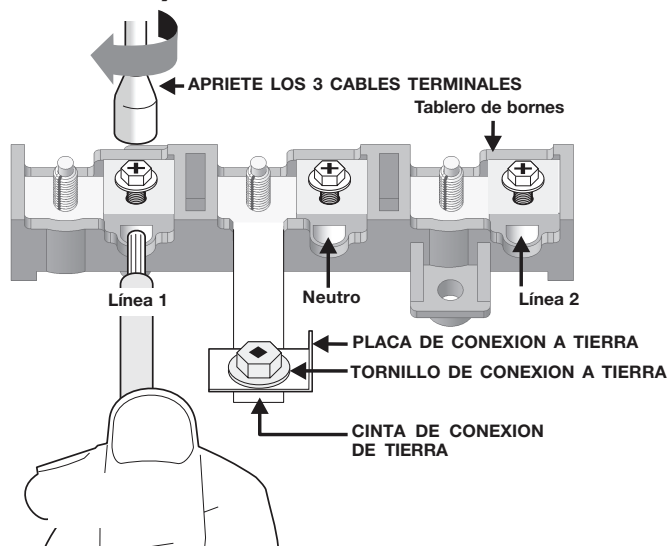

Fig. 14
2. (Conexiones permanentes trifilares y tetrafilares) Desforre el aislamiento de los extremos del cableado permanente para la Línea 1, Línea 2, Neutro (además desforre el alambre de conexión a tierra en las conexiones tetrafilares). Apriete los 3 conductores hacia el tablero de bornes (Siga las ubicaciones de los alambres que se muestran en la Fig. 14).